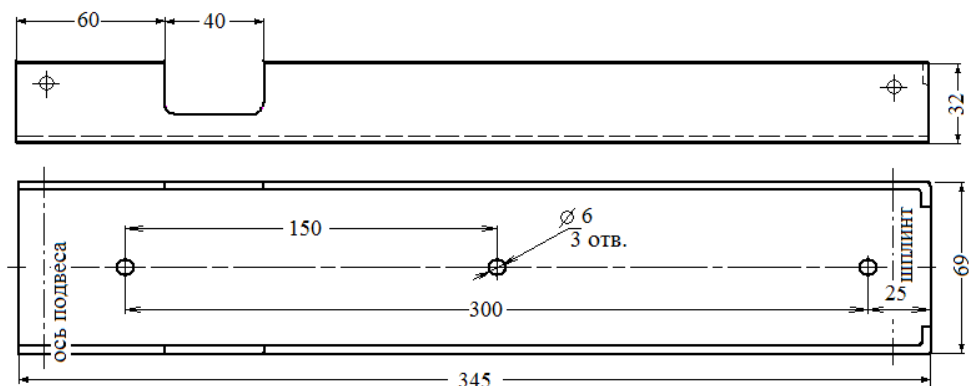

Рис. 4. Крепежная площадка модуля.
5.2 Снять крепежную площадку с корпуса модуля и закрепить ее на месте установки. Размеры крепежной площадки показаны на рис. 4.